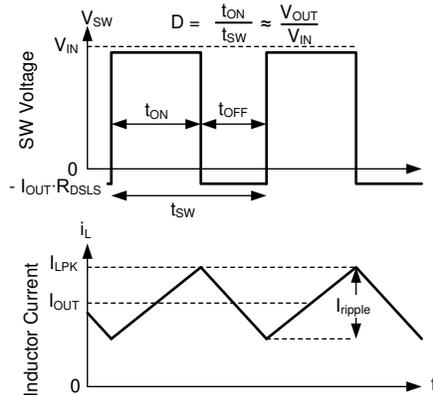

图 7-10. 连续导通模式 (CCM) 下的 SW 电压和电感器电流波形
有关 LM656x5-Q1 的以下运行说明，请参阅节 7.2 和图 7-10 中的波形。两者都以变化的占空比 (D) 打开内部高侧 (HS) 和低侧 (LS) NMOS 开关，从而提供稳定的输出电压。在 HS 开关导通期间， V_{SW} 端子电压 V_{SW} 摆动至大约 V_{IN} ，电感器电流 i_L 以线性斜率增加。HS 开关由控制逻辑关闭。在 HS 开关关闭时间 t_{OFF} ，LS 开关打开。电感器电流通过 LS 开关放电，这会强制 V_{SW} 通过 LS 开关两端的压降摆动到地电位以下。稳压器环路调节占空比以保持恒定的输出电压。D 由 HS 开关在开关周期内的导通时间定义： $D = T_{ON}/(T_{ON} + T_{OFF})$ 。